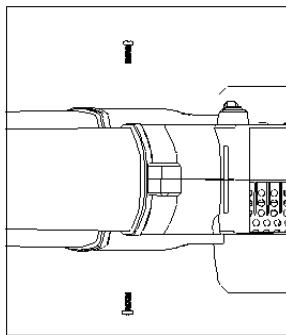

Fig. 6
- 2. Retirez les deux vis qui se trouvent dans le sac du manuel, l'utilisateur doit assembler les vis (ST4 x 14) jusqu'à ce qu'elles soient bien connectées. Voir la figure 6.**